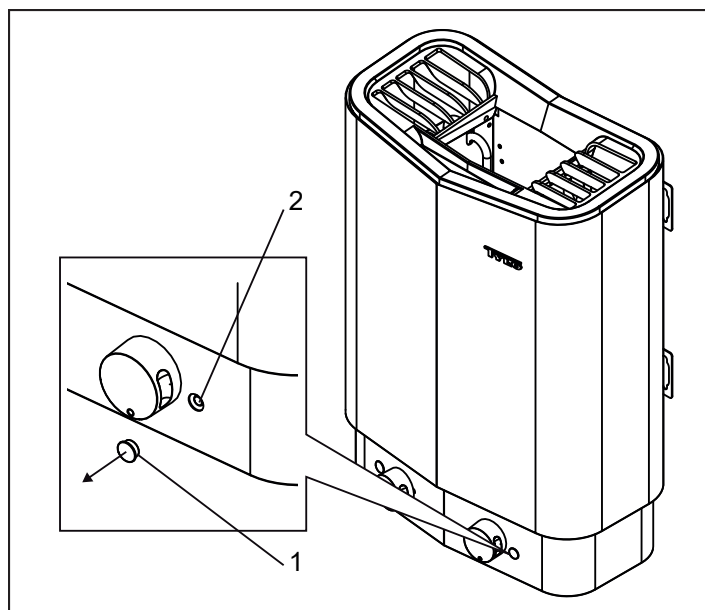

Рис. 5: Сброс температурного выключателя
Температурный выключатель в нагревателе предназначен для защиты компонентов, трубчатых элементов и деревянных конструкций в сауне от перегрева. В случае срабатывания температурного выключателя его необходимо сбросить, чтобы снова включить нагреватель. Перед сбросом выключателя необходимо установить причину перегрева. Для сброса температурного выключателя снимите заглушку (1) (см. рис. 5) и отожмите его (2) до щелчка.